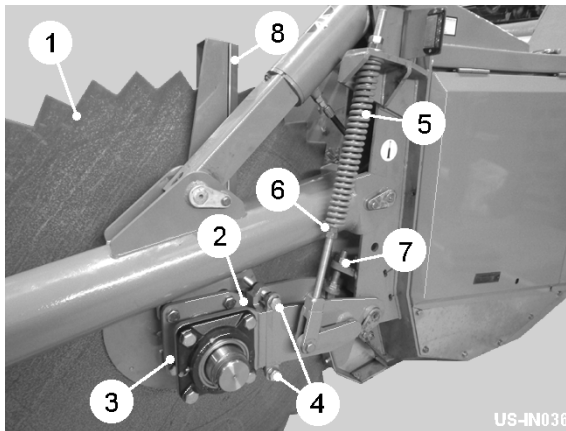

Fig 8
Die Scheiben (item 1, fig 8) schneiden und enthalten die Erde, während das Füttern davon über den Anteilen auf den Sternen. Die Scheibenweite wird verstellt, indem man die zwei Schrauben (item 2, fig 8) lockert, und stellt den Scheibeneinbau auf, (item 3, fig 8) das Benutzen der Ausgleicher (item 4, fig 8). Der Druck der Scheiben wird auf den Frühlingen (item 5, fig 8) bestimmt. Der Frühlingsdruck sollte genügend sein, die Scheibendrehung in der Erde zu behalten während zum gleichen Zeitpunkt erlauben Sie ihm, sich über irgendeinem Blockieren aufwärts zu erheben. Frühlingsdruck (item 6, fig 8) wird von den unterst Frühlingsstabsnüssen verwandelt. Maximale Scheibenhöhe wird vom Tiefenhalt beschränkt (item 7, fig 8)
Scheibenspachteln sollten (item 8, fig 8) nah auf die Scheibe eingestellt werden.. Stellen Sie die Spachteln bis von der Scheibenoberfläche und retighten einfach frei auf.